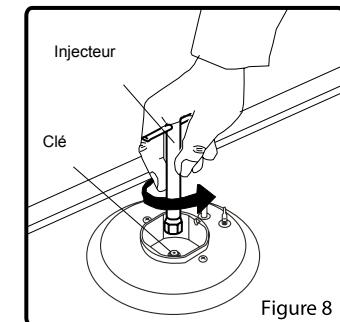

Figure 8
- Dévissez les injecteurs Utilisez à cet effet une clé de 7 mm (Figure 8).